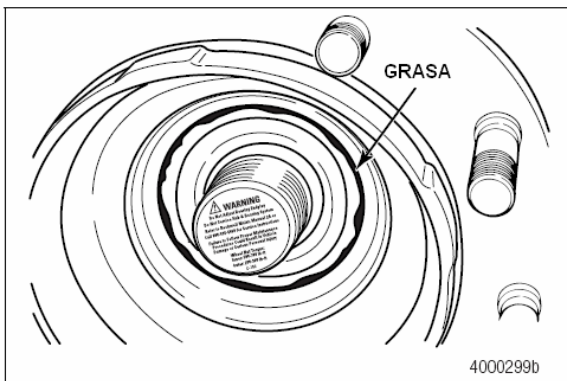

Figura 6.15
2. Remueva la tapa de cubo. Los sellos fuera y dentro de borda pueden purgar pequeñas cantidades de grasa que son visibles durante la inspección. Figura 6.15 Esta es una ocurrencia normal.